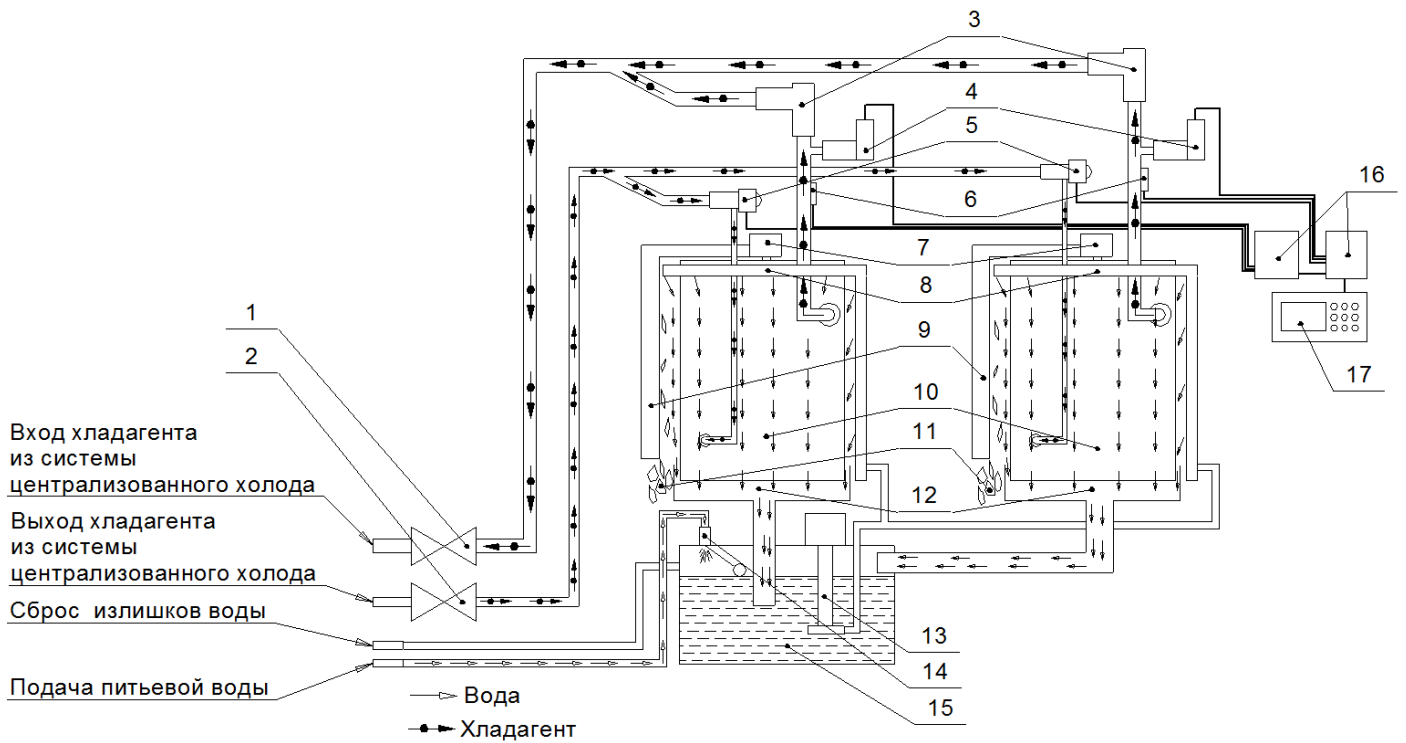

Рис.4 Режим заморозки
2. Режим *ЗАМОРОЗКА* (Рабочий режим) (рис. 4)
- установить льдогенератор на бункер. Для льдогенераторов ЛГ-1200Ч-03, ЛГ-1200Ч-04 использовать бункер Б-300 или Б-400. Льдогенератор должен фиксироваться на бункере-накопителе двумя болтами с предварительно установленными шайбами из комплекта поставки моментом затяжки $26 \pm 1,5$ Н·м ($2,7 \pm 0,15$ кгс·м). Схема монтажа показана на рис. 4,5. Положение льдогенератора должно быть горизонтальным, в случае необходимости отрегулируйте высоту и устойчивое положение изделия с помощью регулируемых ножек бункера;